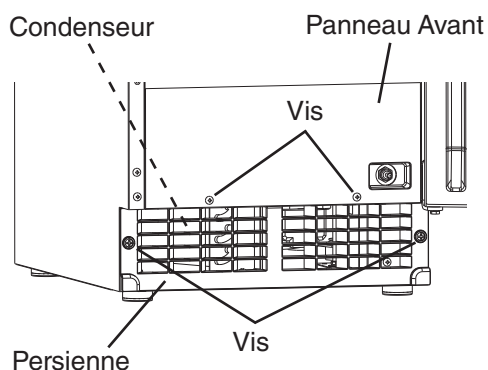

Fig. 48
2. Retirez les 2 vis fixant le panneau avant, puis retirez le panneau. Voir Fig. 48.